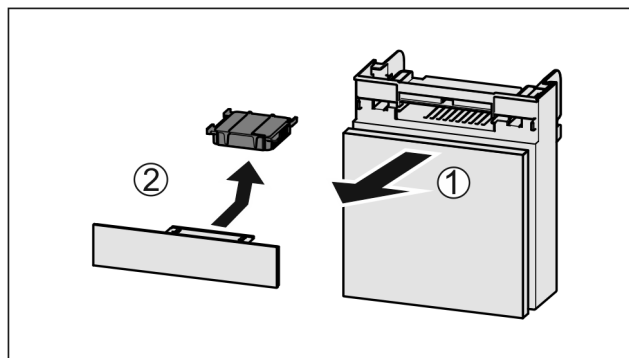

Fig. 61
- ▶ Издърпайте Fig. 61 (1) напред от отделениято.
- ▶ Извадете Fig. 61 (2) филтъра с активен въглен.